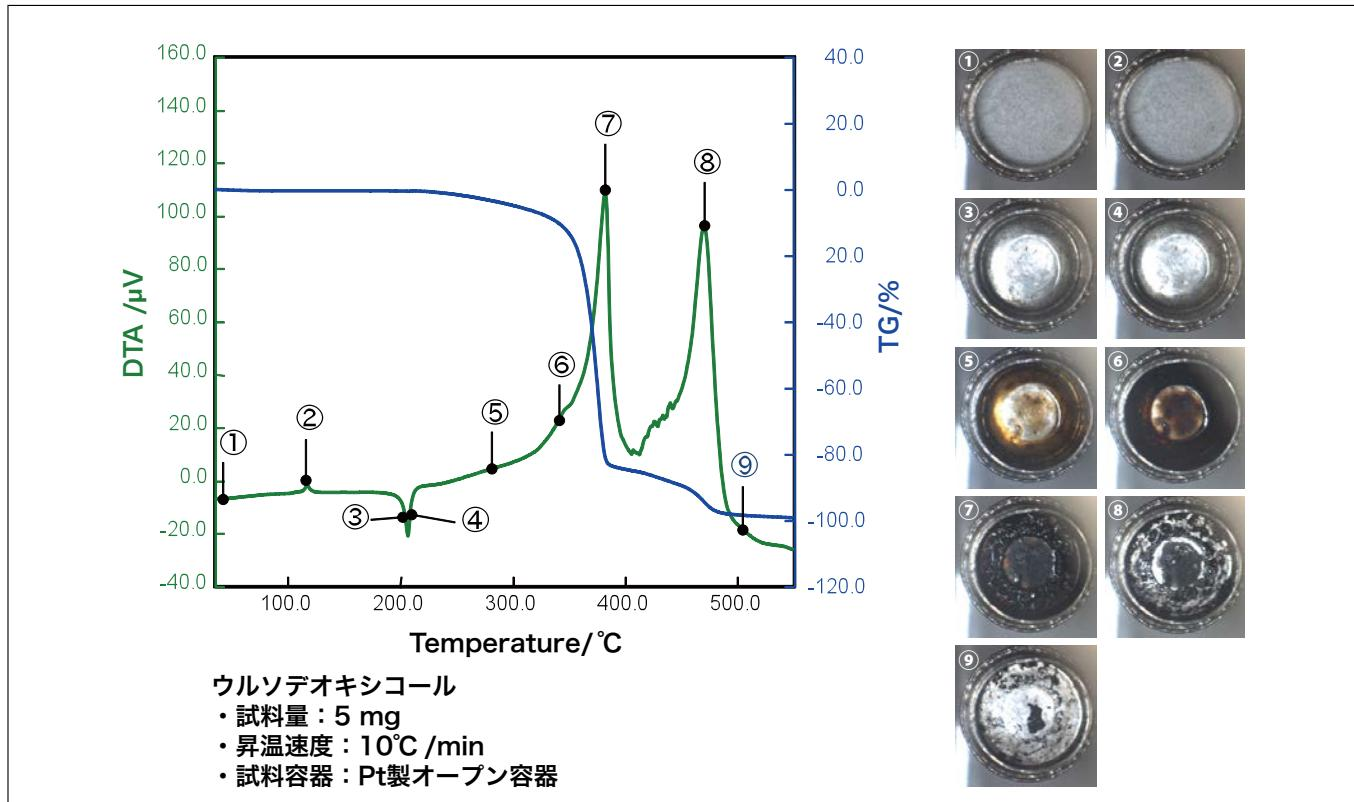

図5 ウルソデオキシコール酸の測定データ
次に試料観察 TG/DTA の測定例として医薬品のウルソデオキシコール酸の測定データを図 5 に示す。本サンプルは、胆石や肝臓病に用いる薬であり、胆汁の流れをよくして肝臓を守る効果がある。②の 120°C付近では結晶化が起こり、DTA に発熱ピークが見られる。試料像にはあまり変化が見られない。200°C付近では融解が起こり試料像でもその様子が確認できる。